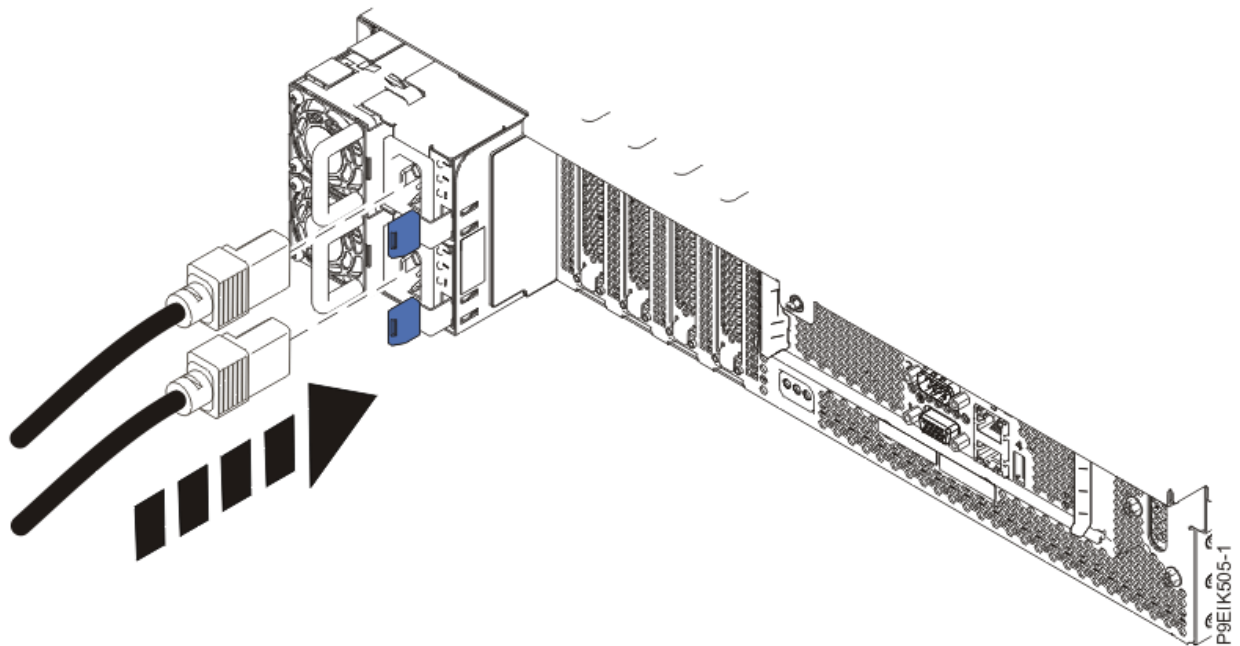

図 126. システムへの電源コードの接続
2. ラベルを確認して、電源コードをシステム装置に再接続します (159 ページの図 126 を参照)。